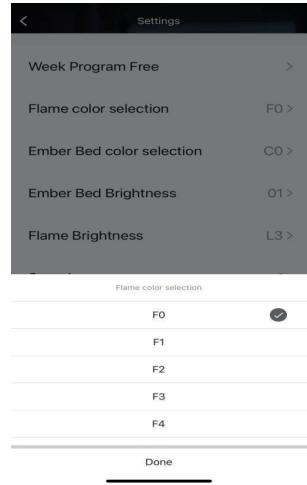

Bild 11
6. Öffnen Sie die Auswahl der Flammenfarbe, Sie können insgesamt 7 Farben F0~F8. in Abbildung 11 wählen.